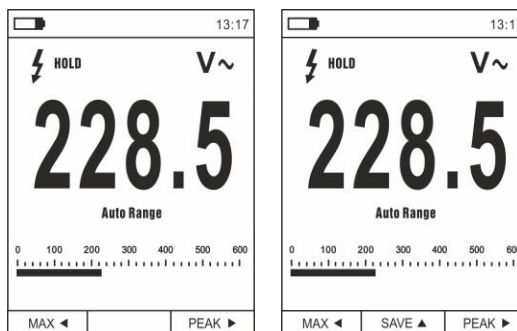

Fig. 7 Speicherung eines im Display eingefrorenen Wertes
1. Drücken Sie die Taste **HOLD/REL**, um das Ergebnis im Display einzufrieren. Die Meldung "HOLD" erscheint im Display (siehe Fig.7 - rechter Teil)